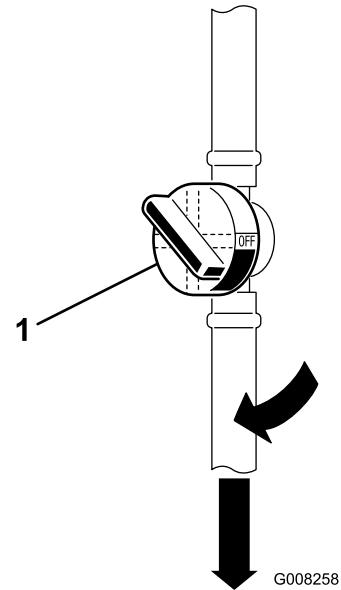

Figura 8
1. Abra la válvula de cierre de combustible que se encuentra entre el depósito de combustible y el motor (Figura 8).